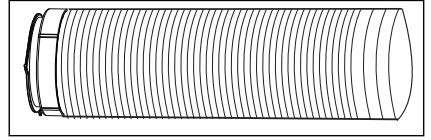

Fig. 7
4. Extienda el otro lado de la manguera y enrósquela al adaptador B (fig. 7).